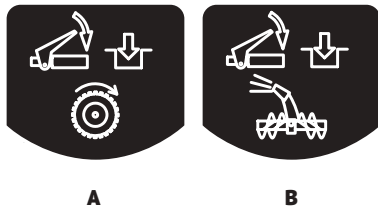

Рис. 14
- Управление шнеком расположено на правой ручке снегоборщика (рис.14 В).
- Управление ходом движения расположено на левой ручке снегоборщика (рис.14 А).